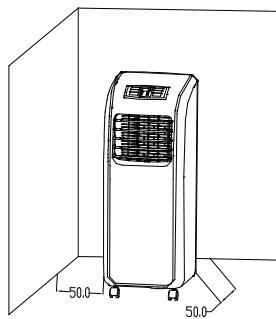

Figura 9
- (1). Spostare la macchina, con il gruppo del tubo di scarico dell'aria calda installato davanti alla finestra mantenendo l'unità ad una distanza minima di 50 cm da pareti o altri oggetti. (Come mostrato in Figura 9).